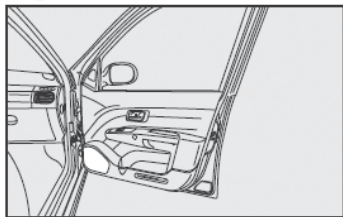

fig. 152
- Alojamiento para las bocinas en las puertas (fig. 152 para algunas versiones)
- Bocinas en las puertas delanteras fig. 152.